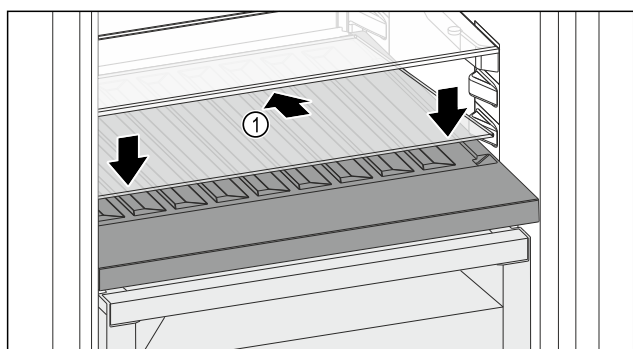

Fig. 100
- Posizionare il ripiano di vetro Fig. 100 (1) inclinato indietro e verso il basso.
- Abbassare la parte anteriore del ripiano di vetro Fig. 100 (1).